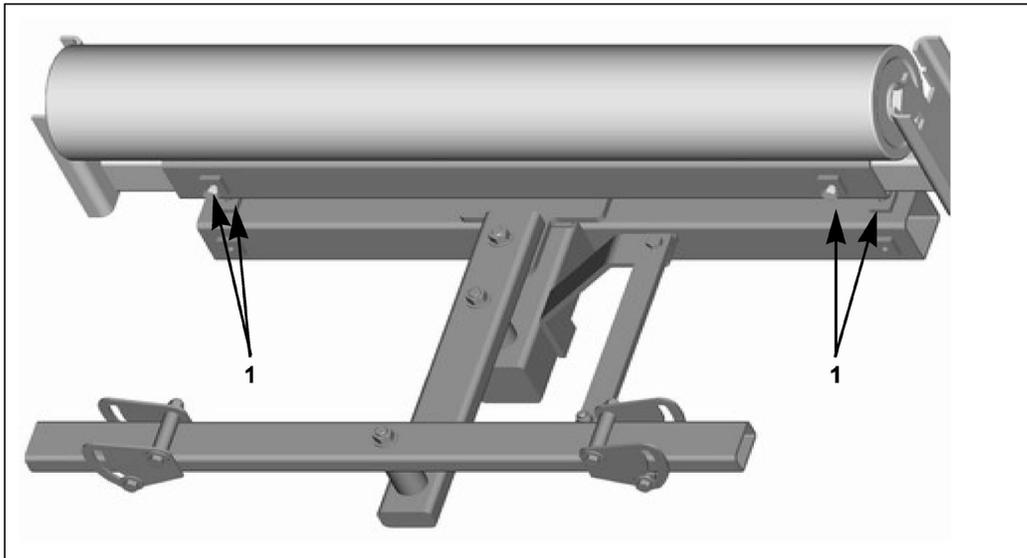

Fig. 2: Alineación y fijación del rodillo de retorno
3. Centre el rodillo en el alineador y fíjelo con 4 tornillos (1, Fig. 2).